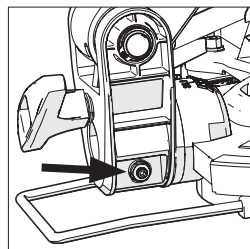

Fig. 10
- Använd insexnyckeln för att justera justeringskruven inåt eller utåt efter behov (**Fig. 10**).